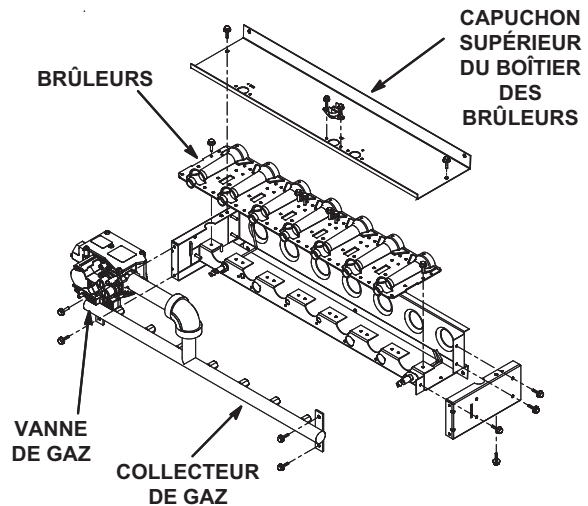
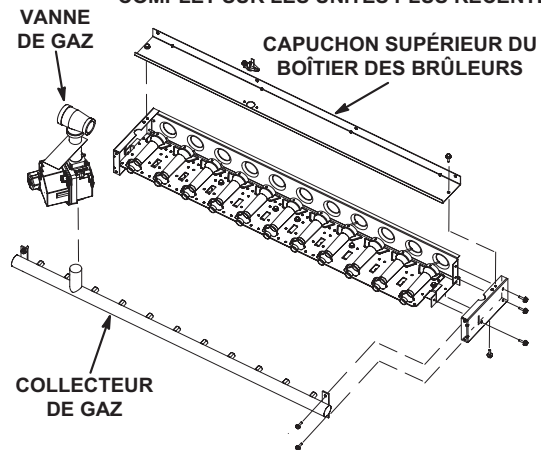

FIGURE 6
FIGURE 7
- 3 - Retirer et conserver les vis de fixation du capuchon supérieur du boîtier des brûleurs. Voir Figure 6 et Figure 7.
- 4 - Retirer et conserver les deux vis maintenant les brûleurs sur le support de brûleurs et soulever chaque brûleur séparément ou l'ensemble brûleurs complet des orifices. Voir Figure 6 ou Figure 7. Les nettoyer au besoin.